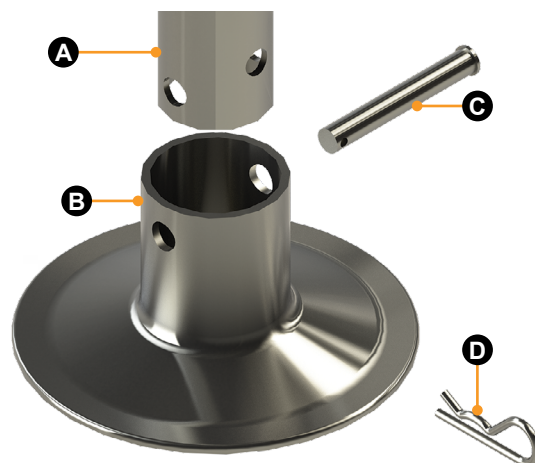

Fig. 1
7. Vuelva a base en la pata del gato deslizándola hacia atrás sobre la parte inferior de la pata del gato y asegurándola con el pasador de horquilla y pasador de chaveta de horquilla que se quitó previamente (Fig. 1).